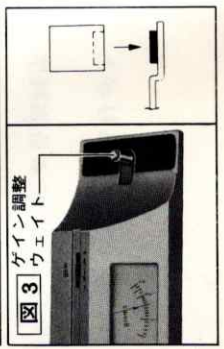

図3
3. 付属のゲイン調整ウェイトの凹部を針先受け部の凸部に正しくのせ、ゲイン調整(gain)つまみを「+」か「-」方向にまわして、指針を「▼」に合わせます。(図3)